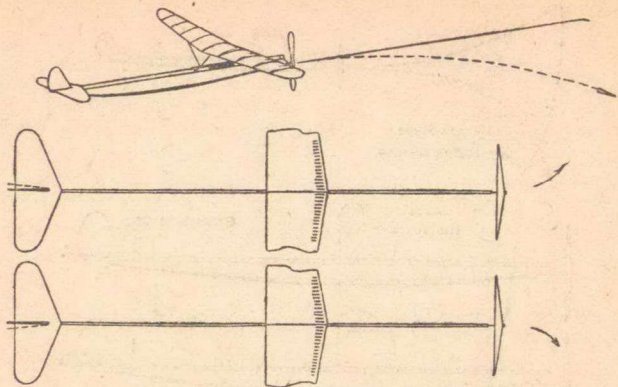

Рис. 66. Регулировка модели при помощи кия.
3. Модель заворачивает (кружит). Причинами могут быть: неверная установка кия и разные углы атаки у правой и левой половины крыла. Нужно выправить крыло или, если модель заворачивает вправо, повернуть киль влево, смотря на модель сзади (рис. 66).